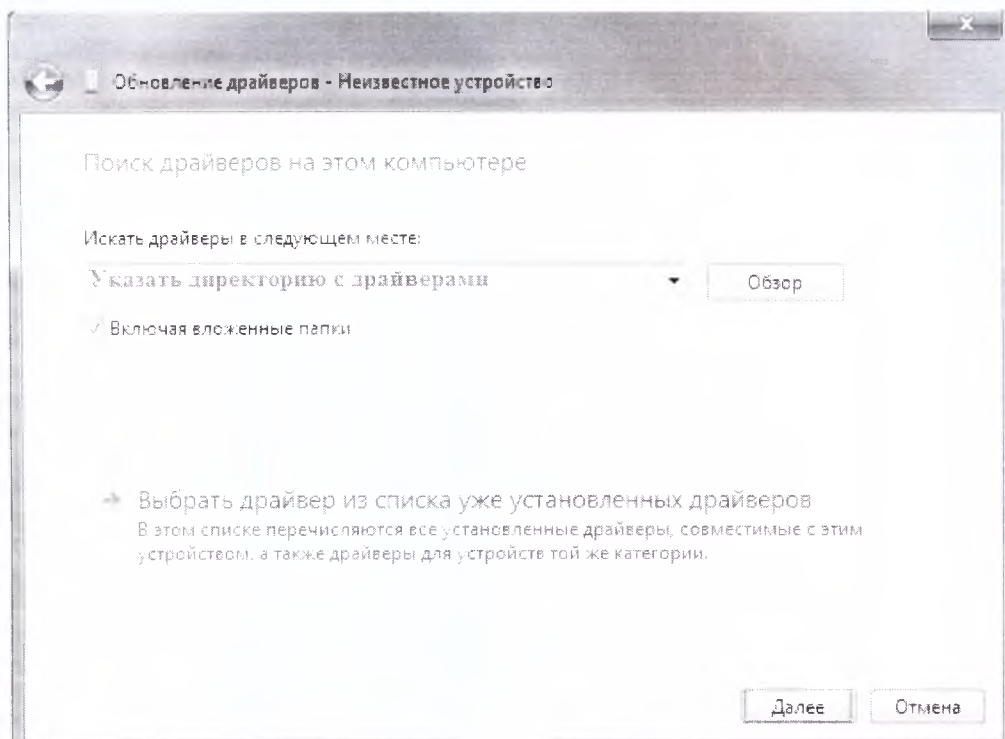

Рисунок 5 – «Обновление драйверов»
6) Указать, в какой директории находятся драйвера. Нажать «Далее» (рисунок 5).